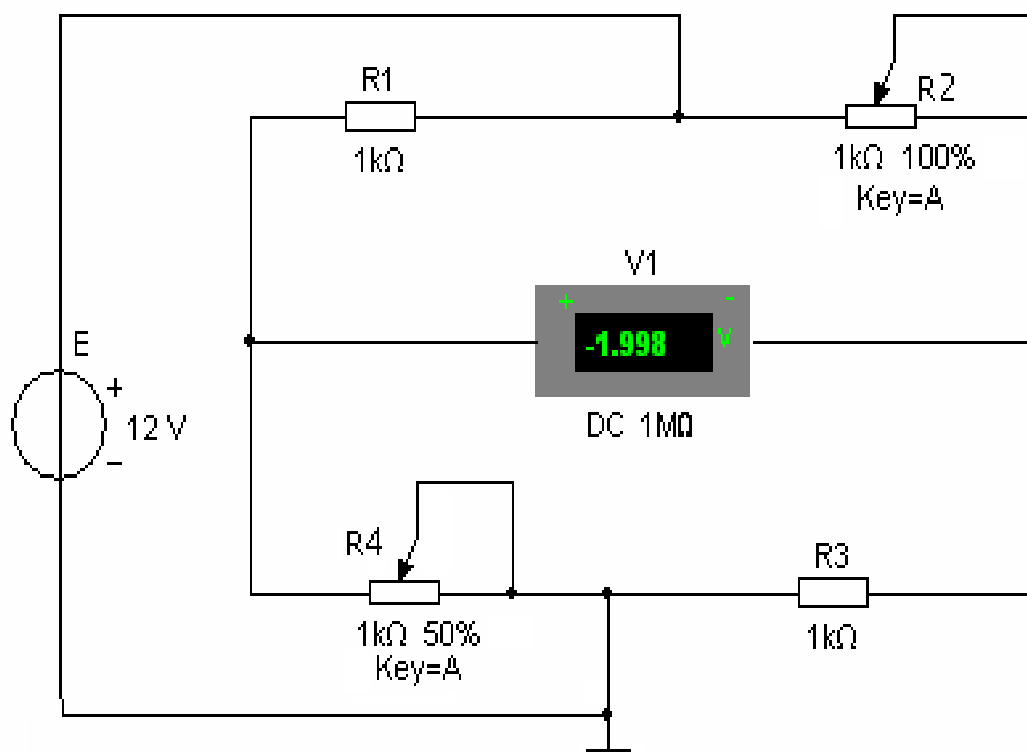

Рис. 2.2
**Задание 1.** Собрать на рабочем поле среды MS11 схему для испытания одинарного резистивного моста (рис. 2.2), и установить в диалоговых окнах компонентов их параметры или режимы работы:
Скопировать рис. 2.2 на страницу отчёта.